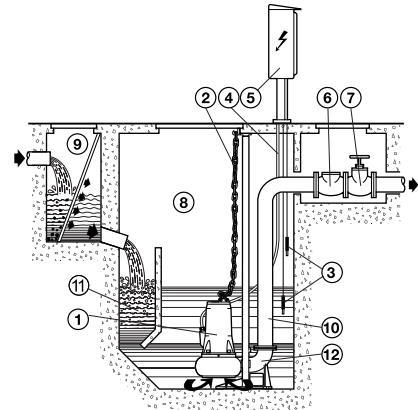

Fig. 6
- fixa com a electrobomba posicionada no pé de suporte bloqueado no fundo do poço ou do tanque de retenção (fig. 6).
### 5.2.2 INSTALAÇÃO FIXA COM ENGATE AUTOMÁTICO NO PÉ DE SUPORTE (FIG. 6)
Durante o funcionamento, a electrobomba deve resultar completamente mergulhada no líquido bombeado. Para as electrobombas desprovidas de interruptor automático de flutuador incorporado, torna-se necessária a instalação de um sistema de controlo por sondas (fig. 6) ou por flutuador ou de outro equipamento que assegure o nível mínimo do líquido e que proteja a electrobomba contra o funcionamento sem líquido.